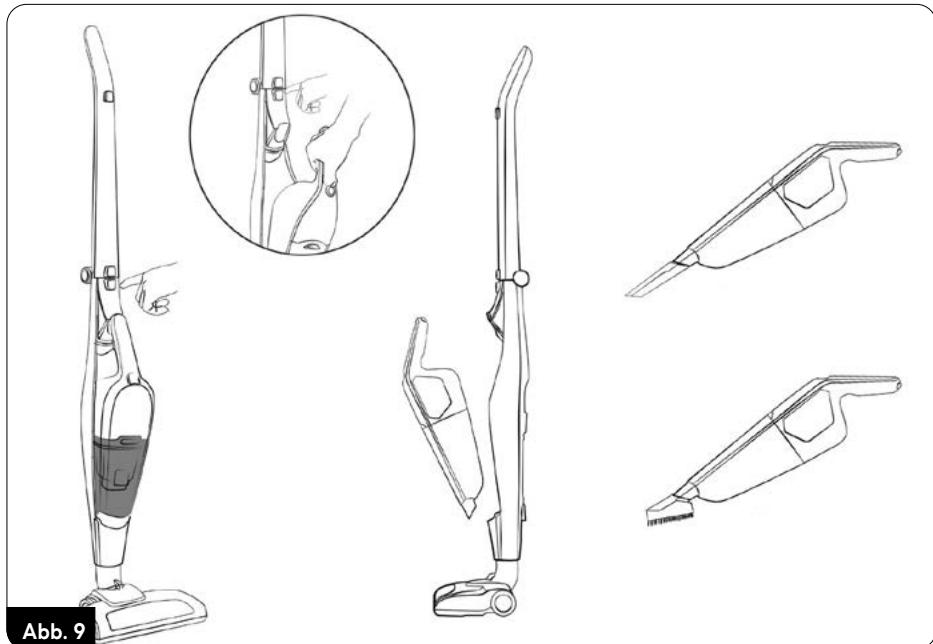

Abb. 9
- Das zusätzliche Zubehör des Staubsaugers (kleine Bürste, Fugenbürste) kann genutzt werden, nachdem der Staubsauger aus dem Hauptgriff entfernt wird. Drücken Sie den Knopf (4) und nehmen Sie den Staubsauger aus dem Hauptgriff (2). Bringen Sie dann das gewünschte Zubehör am Ende des Staubsaugers an (Abb. 9).